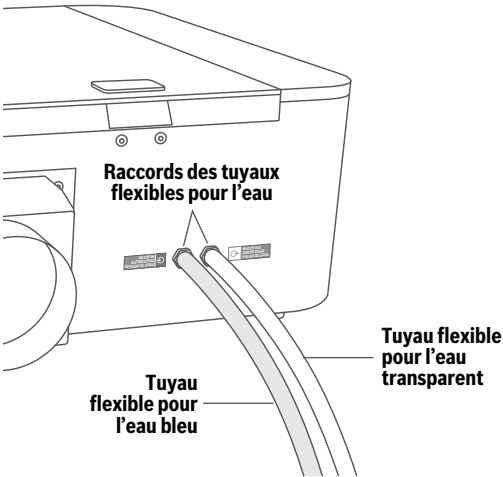

Fig. 8 – Vue arrière de l'outil de coupe au laser
3. Placez le tube à eau bleu et le tube à eau transparent dans les raccords d'admission et de sortie appropriés correspondants sur l'outil de coupe au laser et le dispositif Hex Box™, Fig. 8 & 9. Les raccords sont identifiés par des couleurs différentes pour aider à identifier les tubes appropriés.